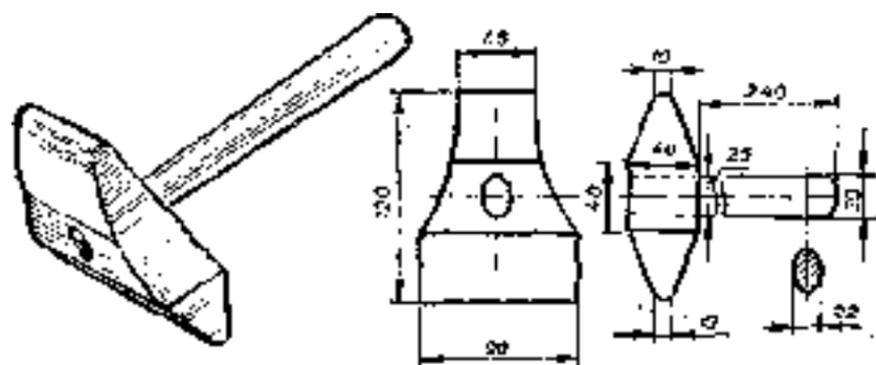

Рис. 18. Притирочный молоток.
Форма головки пригирочного молотка показана на рис. 18.
3. Составьте план работы на изготовление притирочного молотка (см. рис. 18—20).